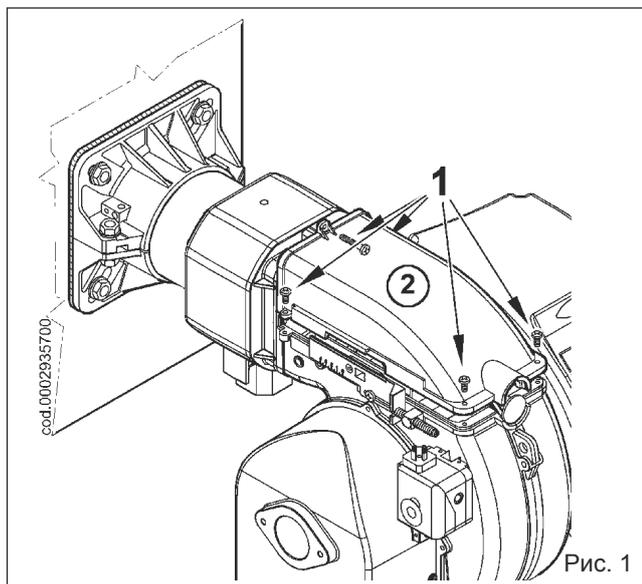

Рис. 1
- Открутите винты (1) и снимите крышку (2), смотрите рисунок 1.
- Выполните инструкции, данные в параграфе "Техобслуживание", выньте узел смешения и снимите винт (1), соединяющий шток продвижения (2) узла с газоподающей трубой (3). Снимите винт (5), соединяющий газовый смеситель (6) с трубой (рис. 1).
- Поверните на 180° коленчатый фитинг (4) и смеситель (6) так, чтобы вход газа был обращен вверх (рис. 1). Снова закрепите смеситель и шток продвижения узла с газоподающей трубе.
- Теперь снимите 4 гайки (7), показанные на рисунке 2, освободите огнеую трубу (8) от соответствующих шпилек и установите ее обращенной вверх резьбовым соединением для крепления газовой рампы.